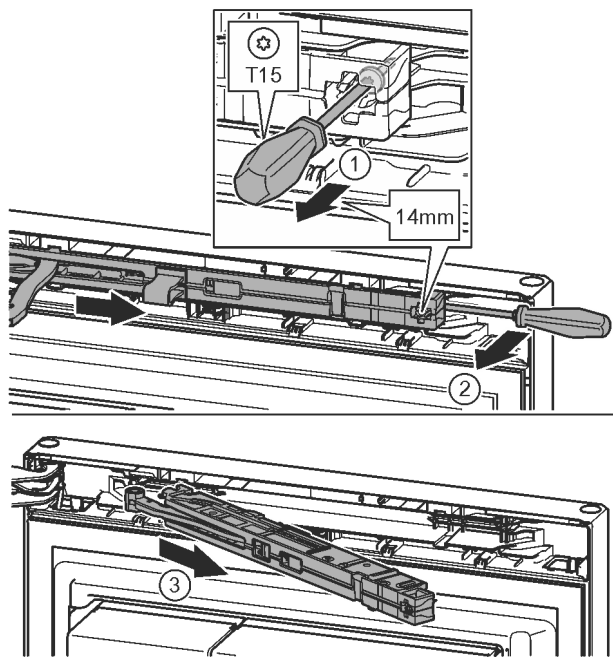

Fig. 12
- ▶ Desfaceți aprox. 14 mm șurubul de la unitatea amortizorului de închidere cu șurubelnița T15. Fig. 12 (1)
- ▶ Introduceți o șurubelniță pe partea mânerului în spatele unității amortizorului de închidere și rotiți spre înainte. Fig. 12 (2)
- ▶ Extrageți unitatea amortizorului de închidere. Fig. 12 (3)